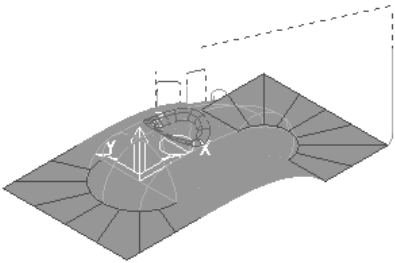

图 2-65 生成的刀具路径
9) 在“三维偏置精加工”对话框中单击“应用”按钮和“接受”按钮，确定参数并退出对话框，生成的刀具路径如图 2-65 所示。